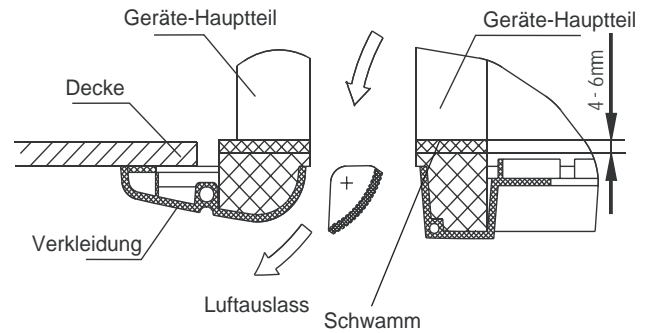

Abb.25
4. Justieren Sie die 4 Schrauben, um die Verkleidung in horizontaler Lage zu halten. Ziehen Sie die Schrauben fest, bis die Dicke des Schwamms zwischen dem Hauptteil und der Verkleidung bis auf ca. 4 bis 6 mm reduziert ist (Abb.25).
6. Ziehen Sie die Schrauben unter den Haken der Verkleidung fest, bis die Dicke des Schwamms zwischen dem Hauptteil und der Verkleidung auf ca. 4 bis 6 mm reduziert ist (Abb.25).